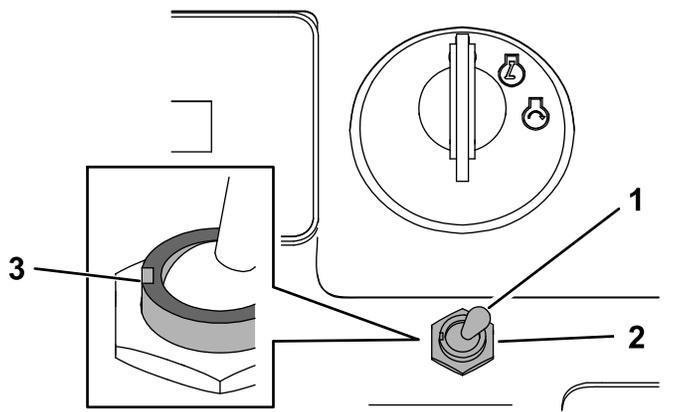

Figura 3
3. Retire la tuerca hexagonal del interruptor, introduzca el interruptor a través del taladro, con la ranura a la izquierda, y utilice la tuerca para sujetarlo (Figura 3).